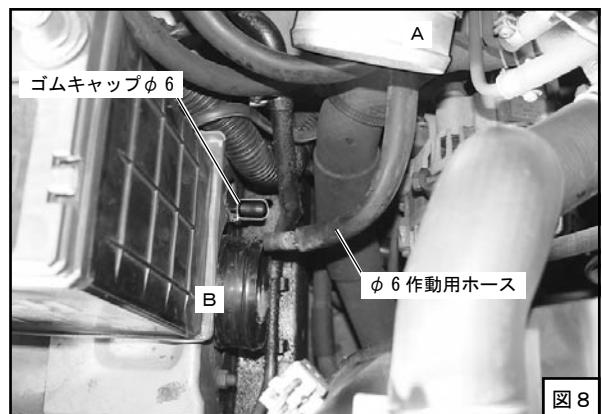
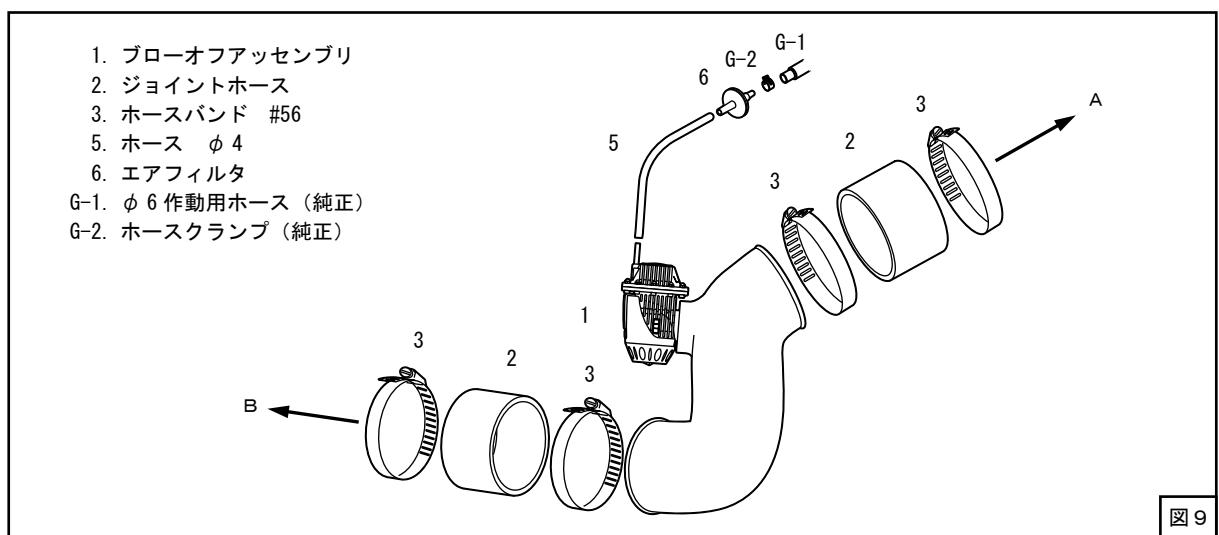
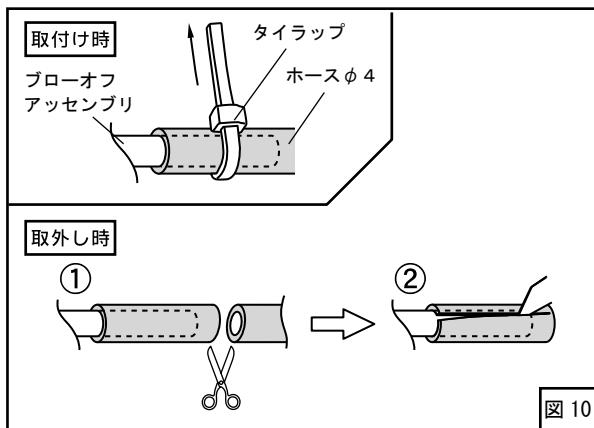

図8
図9
図 10
(2) ϕ 6 作動用ホースを抜いたニップルにゴムキャップ ϕ 6 を取付けてください。(図8)
(3) ϕ 6 作動用ホースにエアフィルタとホース ϕ 4 を取付けてください。(図9)
(4) ブローオフアッセンブリを取り付けてください。
(図8、図9)
ホース ϕ 4 は適当な長さに(ある程度余裕を持たせて)切って使用してください。(図9)
(図9、図10)
ブローオファッセンブリを取外す時など、ホース ϕ 4 をブローオファッセンブリから抜く際は、タイラップを外した後、一度ホース ϕ 4 を切断し切り込みを入れてから取外してください。(図10)